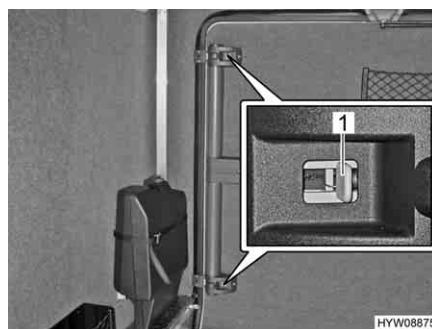

Fig. 54 Porta del garage (sbloccaggio di emergenza dall'interno)
- Spingere i cursori grigi (Fig. 54,1) presenti sulla chiusura superiore e inferiore verso il centro della porta.